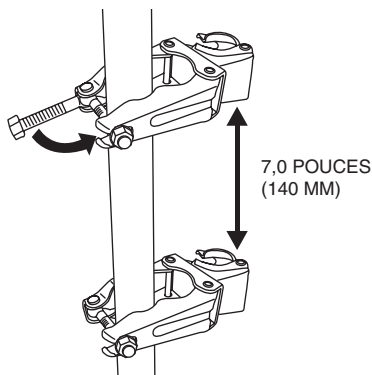

Figure 28. Distance entre les colliers de serrage
3. Fixer l'autre collier de serrage au mât de support externe à environ 7 pouces (140 mm) en-dessous du collier installé auparavant. Voir Figure 28 si des mâts de supports externes sont utilisés, un deuxième mât sera nécessaire.